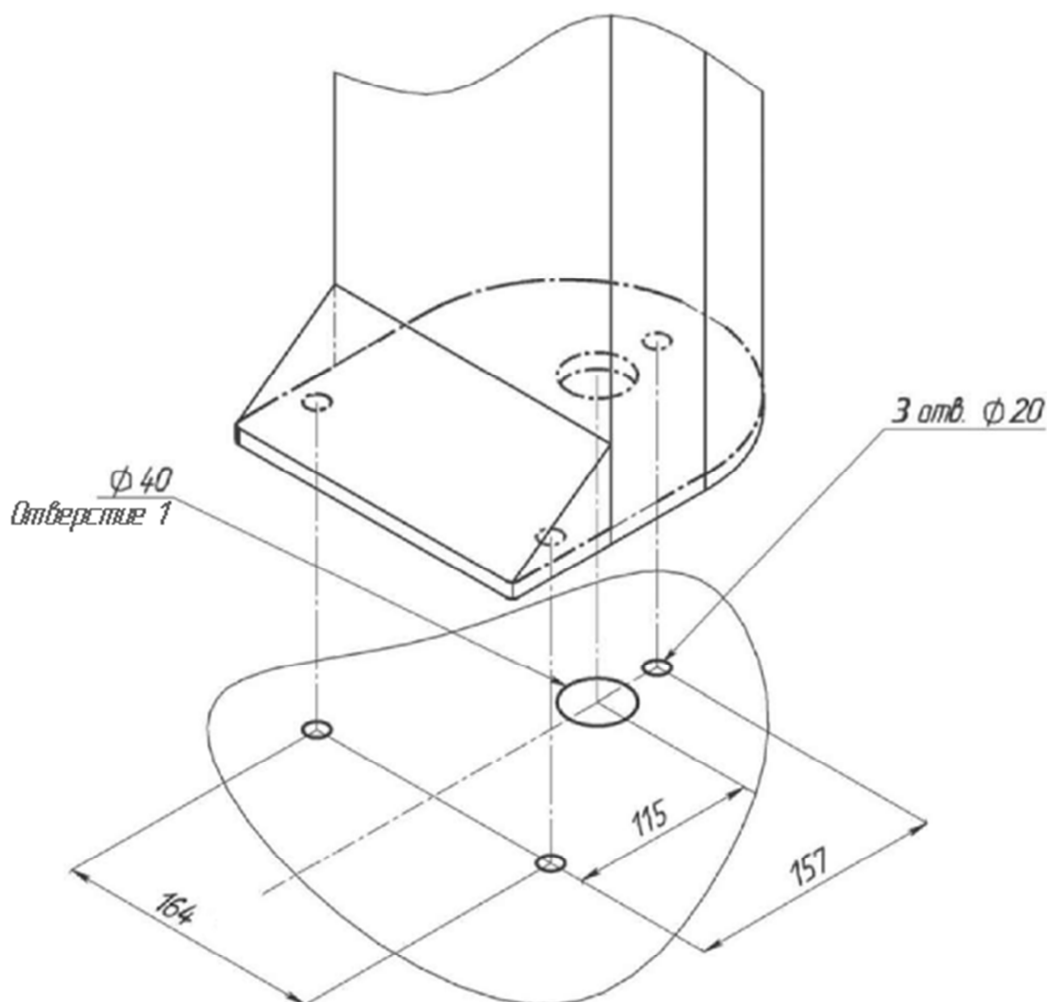
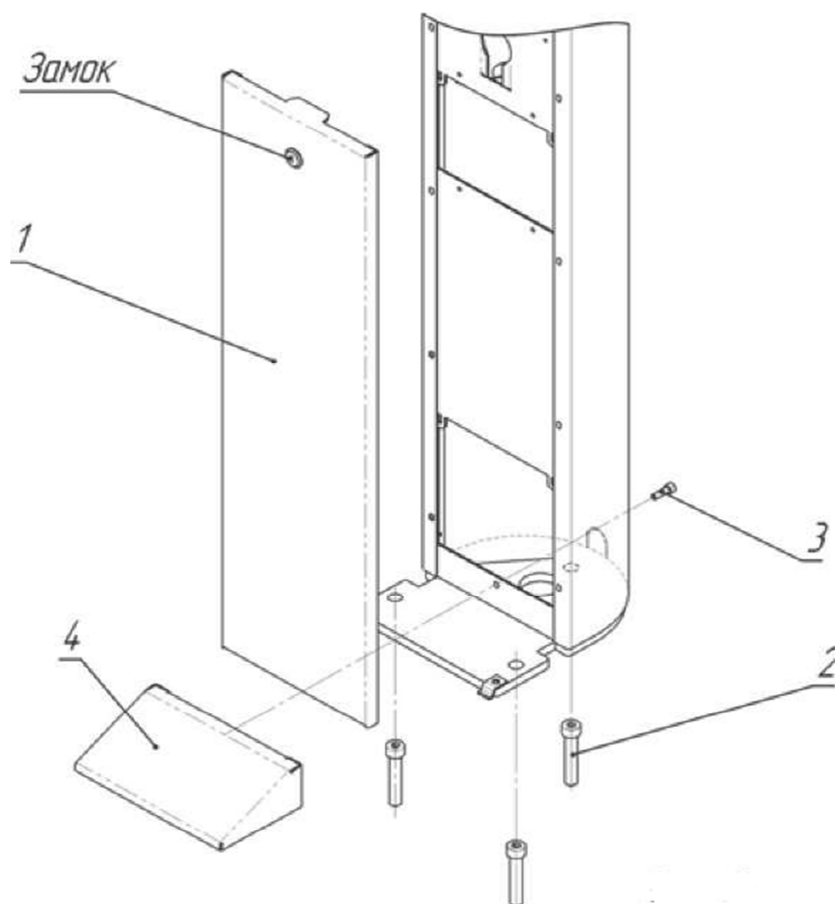
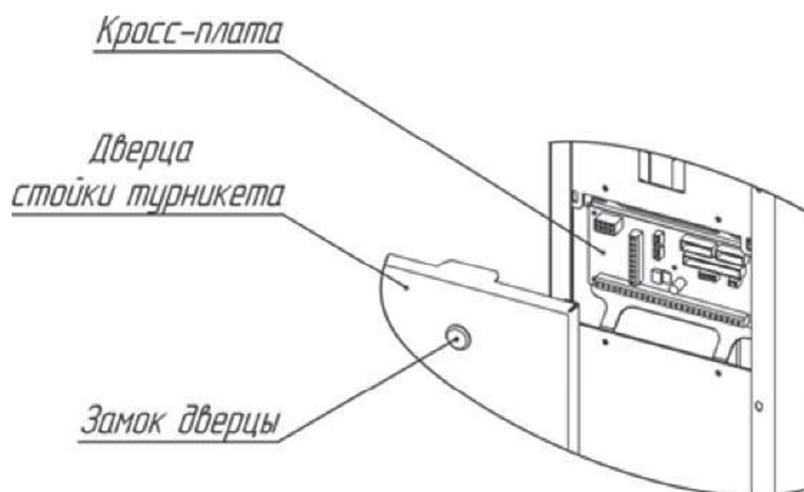

Рис. 4. . Установочные размеры
Рис. 5. . Схема установки турникета
Рис. 6. Расположение кросс-платы на стойке турникета
4.2.3. По установочным размерам (рис. 4), подготовьте 3 отверстия диаметром 20 мм в полу под анкеры крепления стойки турникета. Расположение монтажных отверстий относительно внешних габаритов турникета представлено в Приложении 3(рис. 11). Глубина закладного отверстия должна превышать длину анкера на 5 мм. Вставьте анкеры в отверстия.
4.2.4. Подводка кабелей производится через отверстие 1 (рис. 4) в нижней плите турникета. Необходимо подготовить штробу для прокладки кабелей.
4.2.7. Установите стойку турникета на подготовленную площадку (рис. 4). Используя ключ, откройте замок и снимите дверцу (1, рис. 5). Заведите в корпус турникета кабели от ПУ, БП и, при необходимости, кабели СКУД и ОПС. Подводка кабелей производится через отверстие 1 в нижней плите турникета (рис. 4). Закрепите кабели кабельными стяжками.
4.2.8. Совместите отверстия в стойке турникета с анкерами в полу. Проверьте вертикальность установки в 2-х плоскостях, при необходимости используйте стальные прокладки требуемой толщины для правильной установки турникета. Закрепите стойку турникета тремя винтами М12 (2,рис. 5), закрутив их в соответствующие анкера, используя ключ для винта с внутренним шестигранником S10. Установите крышку основания (4,рис. 5) и зафиксируйте ее винтом М6, приложенном в комплекте поставки (3,рис. 5). Установите дверцу (1,рис. 5) в исходное положение и закройте ее на замок.
Подключение БП, ПУ и СКУД осуществляется с помощью кросс-платы. Для этого необходимо открыть дверцу стойки турникета (1, рис. 5), используя ключ. На рис. 6 показано расположение кросс-платы на стойке турникета.